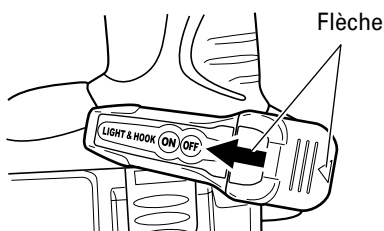

Fig. 16
Retirer le cache du crochet en appuyant dessus dans le sens de la flèche. (Fig. 16)
- (c) Aligner la découpe du corps principal du crochet sur la saillie du cache du crochet, appuyer sur le cache du crochet dans le sens contraire à celui de la flèche de la Fig. 16, puis resserrer la vis. Utiliser des piles AAAA (1.5 V) en vente dans le commerce.